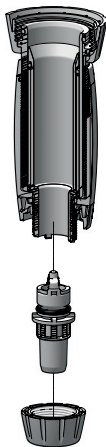

Рис. 24
- Отвинтите блокировочную гайку всасывающего клапана (**Рис. 24**)